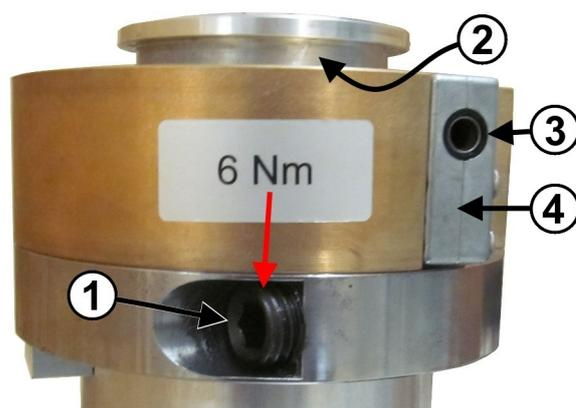
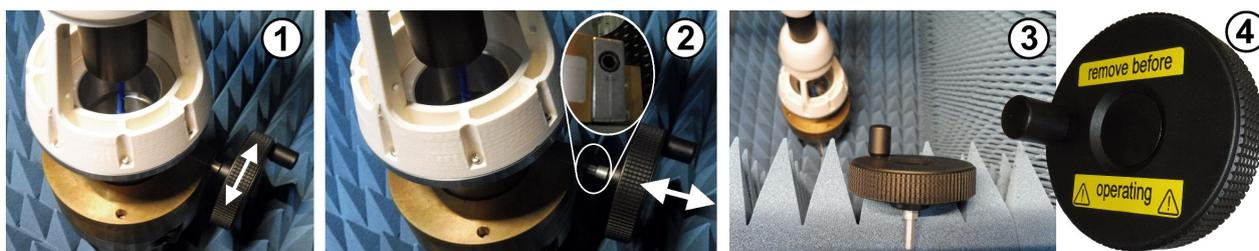

図 7-2: ターンテーブルのクランプねじとクランク駆動部
図 7-3: ターンテーブルのクランク
4. 六角ソケット（図 7-3 のラベル 3）にクランク（図 7-2 のラベル 4）を挿入します。
5. DUT の高さが水平レーザーの十字線にきちんと合うまでクランク（図 7-3）を回します。
- 5 = ターンテーブルを上げ下げするクランク駆動部 (アーム操作の前にクランクを取り外すこと。図 7-3 を参照)
- エキスパートユーザーがベースプレートの下に PCB ホルダーを固定済みであること。ターンテーブルのクランク（図 7-3）の位置も考慮されている必要があります。